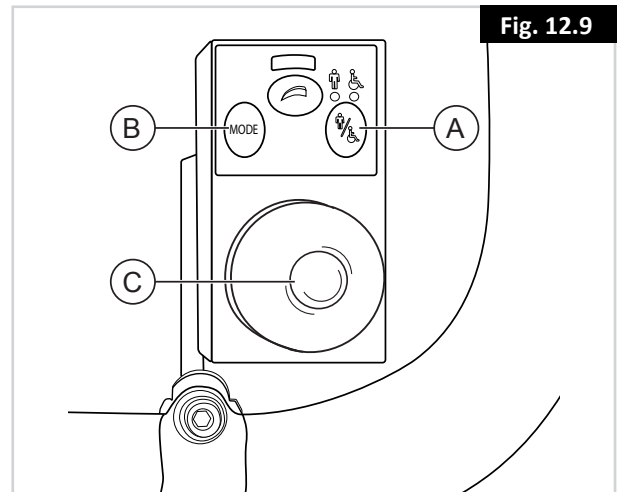

Fig. 12.9
2. Para ativar a função de condução do acompanhante, deve premir o botão do utilizador/acompanhante (A na Fig. 12.9)
3. Prima o botão 'modo' (B) para selecionar o modo 'opções de ajuste'. O comando fica agora em modo 'opções de ajuste'. É possível acompanhar o estado no ecrã.